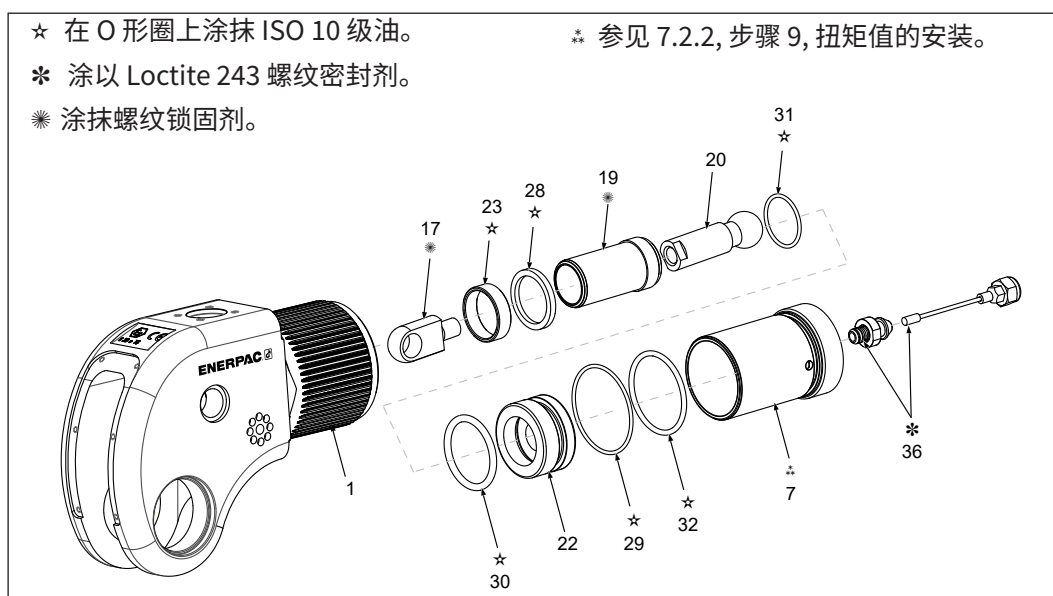
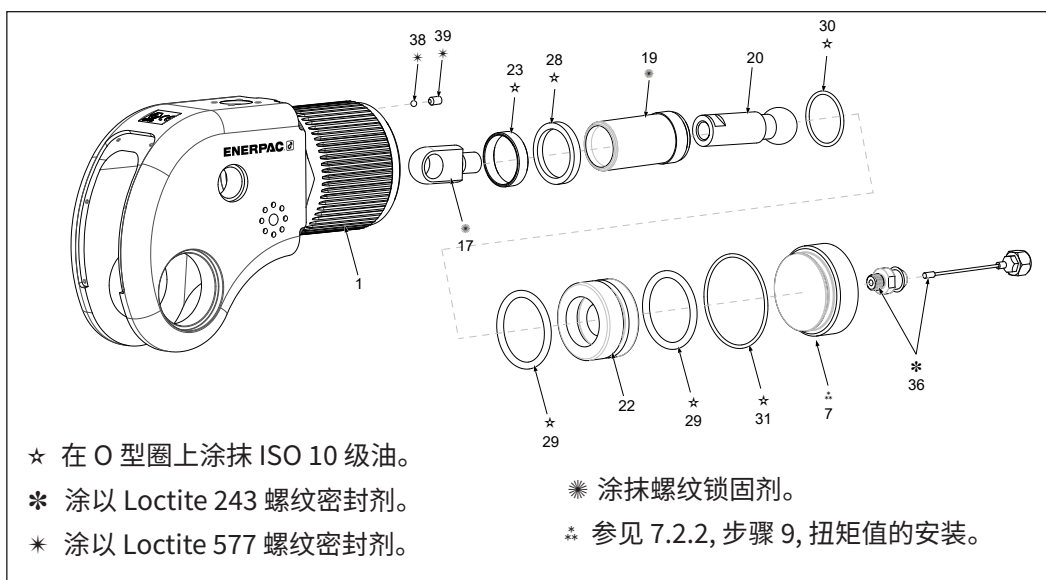

图 13: DSX1500、DSX3000、DSX5000 活塞分解图
图 14: DSX11000、DSX25000 活塞分解图
7.2.2 活塞组件(图 13/图 14)
• 重新装配并安装(图 13/图 14)